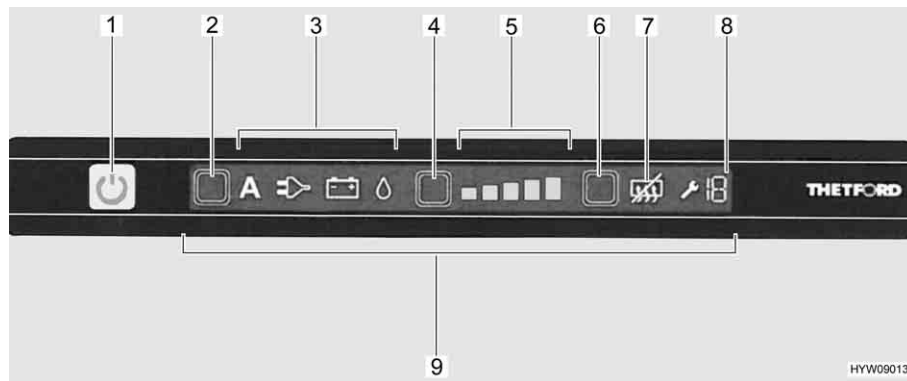

Fig. 108 Elementi di comando del frigorifero
Dopo l'accensione, il frigorifero seleziona automaticamente la regolazione del termostato impostata per ultima. Questa regolazione può essere modificata manualmente tramite il tasto del livello di refrigerazione (Fig. 108,4). Le barre luminose dell'indicatore del livello di refrigerazione (Fig. 108,5) visualizzano la temperatura selezionata sul termostato.
Con il tasto del livello di refrigerazione (Fig. 108,4) viene regolata la temperatura di refrigerazione per i tre tipi di energia. Ci vogliono alcune ore prima che il frigorifero raggiunga la temperatura di esercizio impostata. Cambiando la modalità di funzionamento la regolazione del termostato non viene modificata. La temperatura di refrigerazione è indipendente dal tipo di energia utilizzata.
- Premere il tasto On/Off (Fig. 108,1) per 1 secondo. Il tasto si illumina di verde. Gli indicatori si illuminano per 10 secondi, quindi vengono smorzati per risparmiare energia.
- Premere brevemente il tasto On/Off (Fig. 108,1) in qualsiasi momento. Vengono visualizzate le impostazioni attuali del frigorifero.
- Premere una o più volte il tasto di selezione energia (Fig. 108,2). I simboli modalità di funzionamento (Fig. 108,3) indicano la modalità di funzionamento selezionata.
- Premere il tasto del livello di refrigerazione (Fig. 108,4). L'indicatore del livello di refrigerazione (Fig. 108,5) indica la potenza di raffreddamento impostata.
- Premere il tasto del livello di refrigerazione (Fig. 108,4), finché viene visualizzata la potenza refrigerante desiderata.
- Premere il tasto On/Off (Fig. 108,1) per circa 2 secondi. Tutte le spie si spengono.
- Premere il tasto "Anti-condensa" (Fig. 108,6). Il simbolo di disattivazione della funzione anti-condensa (Fig. 108,7) si illumina.
- Premere nuovamente il tasto "Anti-condensa" (Fig. 108,6). Il simbolo di disattivazione della funzione anti-condensa (Fig. 108,7) si spegne.